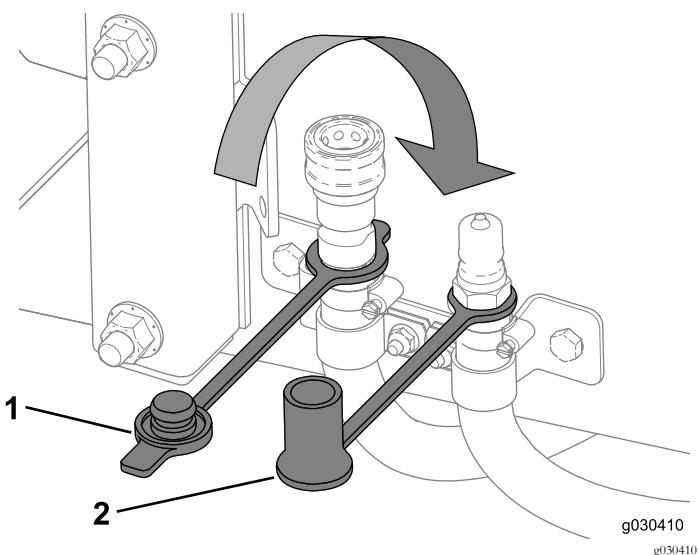

Figura 64
- Vede os tubos do aquecimento utilizando os tampões antipoeira (Figura 64).